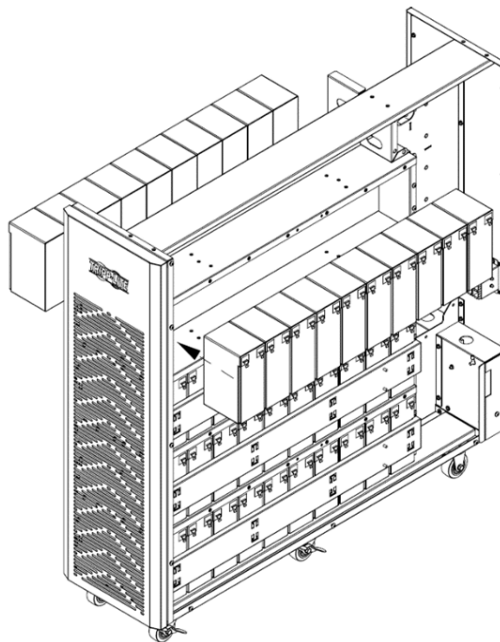

Figure 5-12B
15. Installer 10 autres modules de batteries dans la couche (L4-B, ensemble négatif du groupe 4). S'assurer de garder les côtés des bornes de toutes les batteries vers le haut (Figure 5-12B).